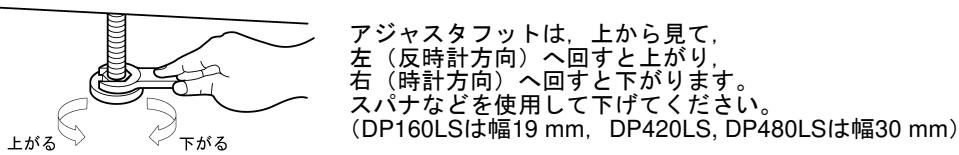

図2-1 アジャスタットの使用方法
- 傾斜した面に本製品を設置しないでください。アジャスタットは仮固定用で、自重を支えることはできません。また、本製品に寄りかかったり、本製品を支えにするようなことを行ったりしないでください。アジャスタットの使用方法を図 2-1 に示します。
- アジャスタフットを、スパナ（DP160LS は幅 19 mm, DP420LS, DP480LS は幅 30 mm）などを用いて、床面よりも十分上げてください。上から見て反時計回りに回すと上がります（図 2-1参照）。